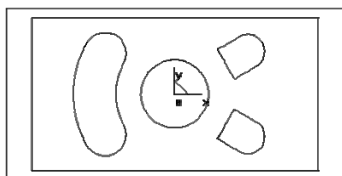

图 2-71 拾取的加工轮廓
1) 完成加工参数设置后,单击“确定”按钮,系统在界面的左下方提示“拾取轮廓”,连续拾取轮廓如图 2-71 所示,红色的即为拾取的轮廓。系统提示“继续拾取轮廓,按右键进行下一步,按 ESC 取消”,直接单击右键即可。